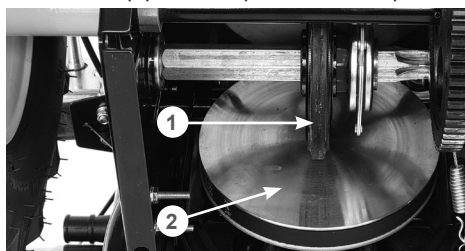

Рис. 16 Проверка нейтрального положения фрикционного колеса
- проверьте положение фрикционного колеса 1 относительно ведущего диска 2 (Рис. 16). Плоскость вращения фрикционного колеса 1 должна находиться точно по центру (оси вращения) ведущего диска 2 (Рис. 16);